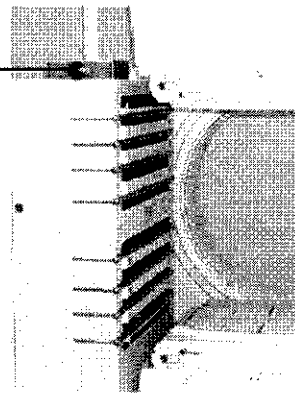

Figura 2-4 Botón Emergency Stop (Parada de emergencia) en un armario de almacenamiento de colimadores
- El armario de almacenamiento de colimadores (un botón, que se muestra en la Figura 2-4)